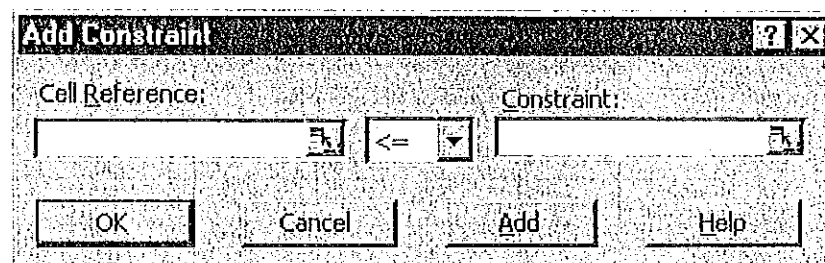

FIGURA 17
**Paso 4** Dé un clic en el botón *Add* para añadir las restricciones. Aparecerá la pantalla de la figura 17. Desplácese a la parte de la ventana de diálogo de *Add Constraint* y seleccione